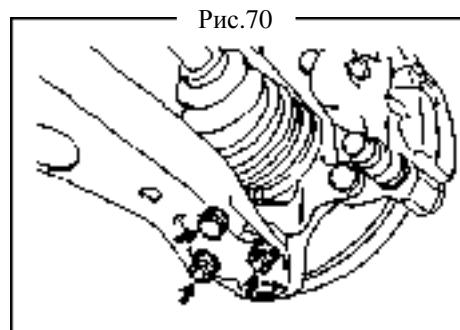

Рис.70
31. Разберите нижний левый рычаг (рис.70).